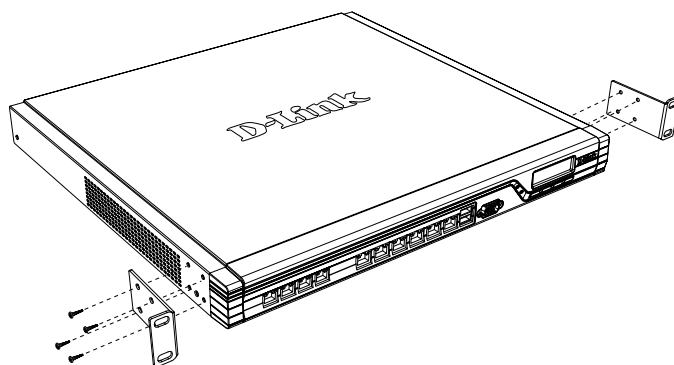

Figura 6. Acoplamiento de los soportes para montaje en bastidor
1. Acople los soportes de montaje a cada lado del chasis, como se muestra en la figura 6 y fíjelos con los tornillos suministrados.